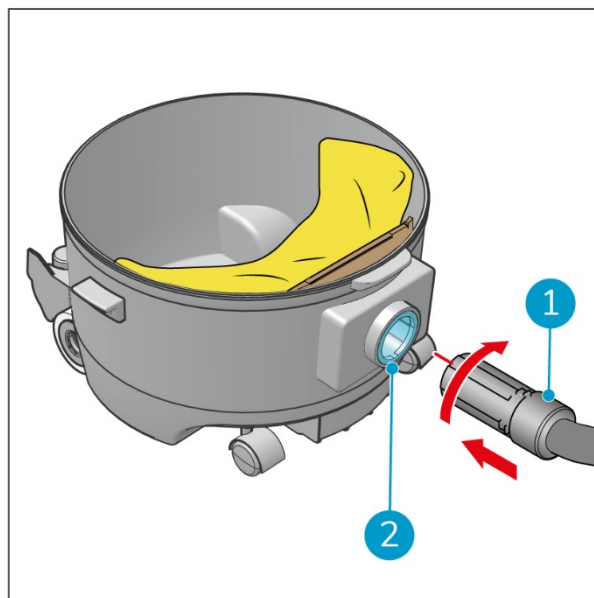

Figure 13
12. Insérez le tuyau (Figure 13, pos 1) dans le raccord de tuyau (Figure 13, pos. 2), puis faites-le tourner dans le sens des aiguilles d'une montre pour le verrouiller.